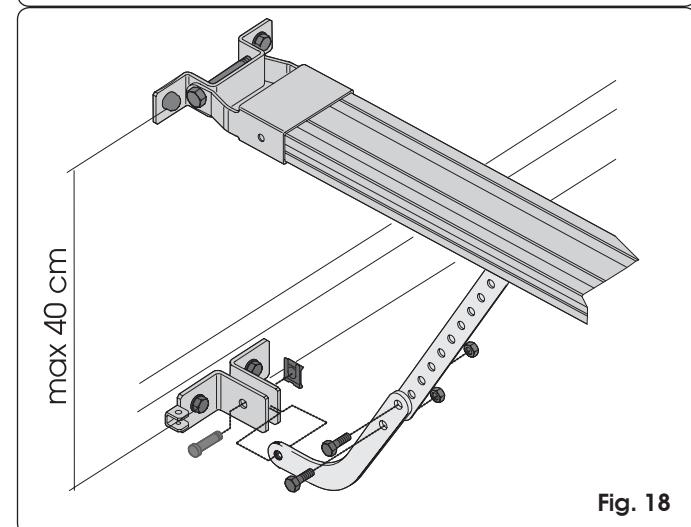

Fig. 18
- 5) Si l'on utilise le bras courbe pour portes sectionnelles (en option) réaliser l'assemblage avec le bras droit du chariot d'après la Fig. 18. Pour améliorer l'efficience du système anti-écrasement, on conseille de fixer la patte d'attache sur la porte sectionnelle le plus bas possible, mais sans dépasser la distance de 40 cm à partir de la patte d'attache antérieure de l'opérateur